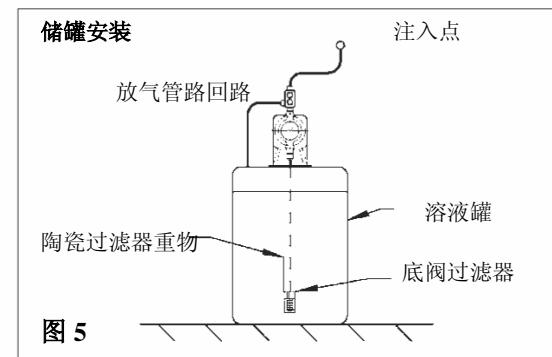

图 5
- 如图 5 所示，计量泵可以安装在溶液罐顶部。化学泵安装在盖上。将吸入管插入并穿过中央孔，使底阀/过滤器能悬挂在距离储罐底部上方约 1 或 2 英寸 (2-5 cm) 处，然后切断管子。钻四个 .25" (6 mm) 孔，用四颗#10 (M5) 螺钉和螺母将泵安装固定。
- 要防止堵塞或避免止回阀发生故障，请务必在吸入管末端安装一套过滤器组件（图 5）。这套底阀/过滤器组件务必安装在距离储罐底部上方 1-2 英寸 (2-5 cm) 处，这样可以避免储罐底部可能积聚的固体堵塞过滤器。化学药品储罐和底阀/过滤器应定期清洗，确保连续安全运行。如果溶液中周期性地沉淀出正在泵送的化学药品，或者化学药品难以溶解或不能完全溶解（如氢氧化钙），则应在化学药品储罐中使用混合器。这些在许多电动机配置和安装中都很容易提供。如需要可与供应商联系。